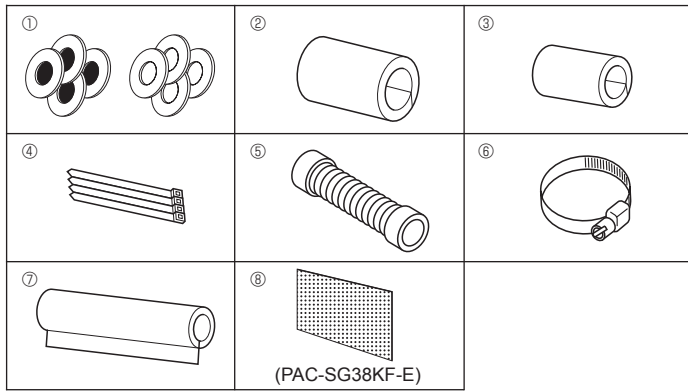

Fig. 3-1
3.1. Controllo degli accessori della sezione interna (Fig. 3-1)